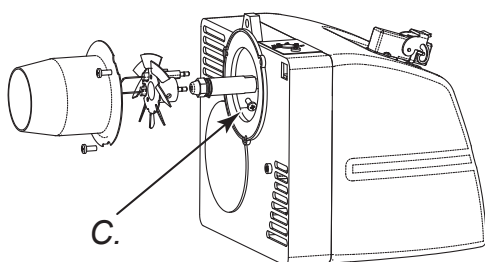

Рисунок 13 - Комплект диск пламени-электроды
- Выкрутить болт (C на Рис. 13), крепящий комплект дисков для огневых электродов и вынуть держатель сопла (F Рис. 14).